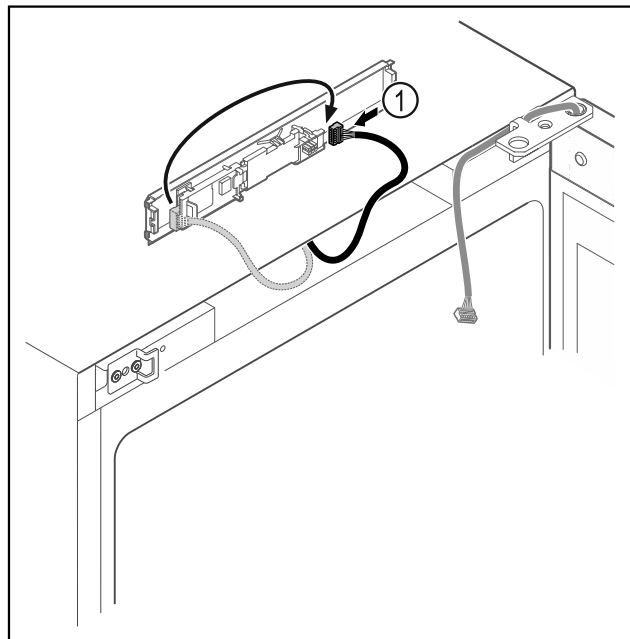

Fig. 17
- ▶ Lidhni spinën Fig. 17 (1) në qark në anën tjetër.